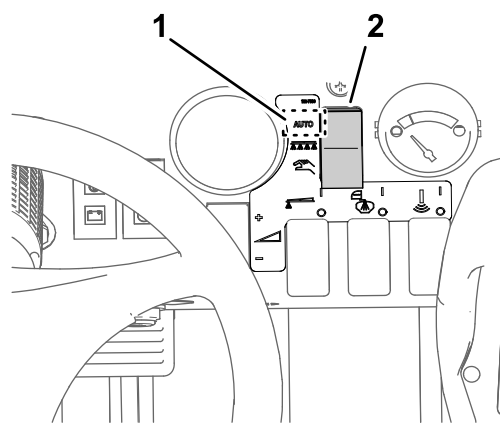

Figure 34
2. Placez le sélecteur de mode du pulvérisateur en position Mode manuel (Figure 34).